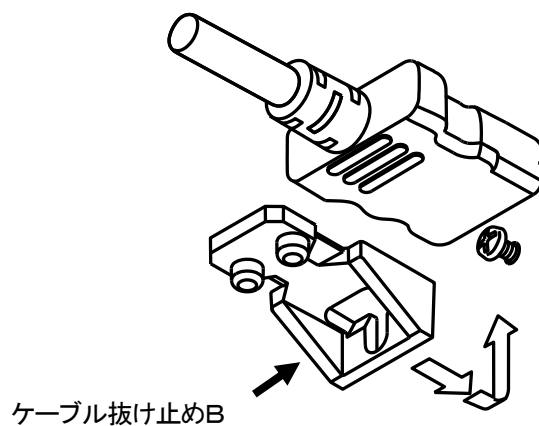

図 4-6
- B2)抜け止め B を 図 4-6 のように取り付け、緩めたねじを締めます。